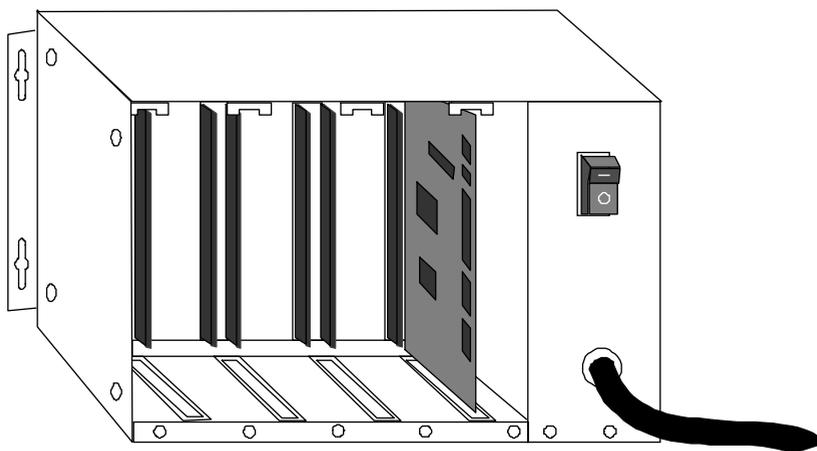

Рис. 3. Расположение модуля 5066 в конструктиве Micro PC
4. Поместите модуль в конструктив. Элементный слой платы модуля 5066, в котором расположена ИС ПЗУ с надписью ROM-DOS, должен находиться слева. Расположение модуля 5066 в конструктиве изображено на рис. 3.